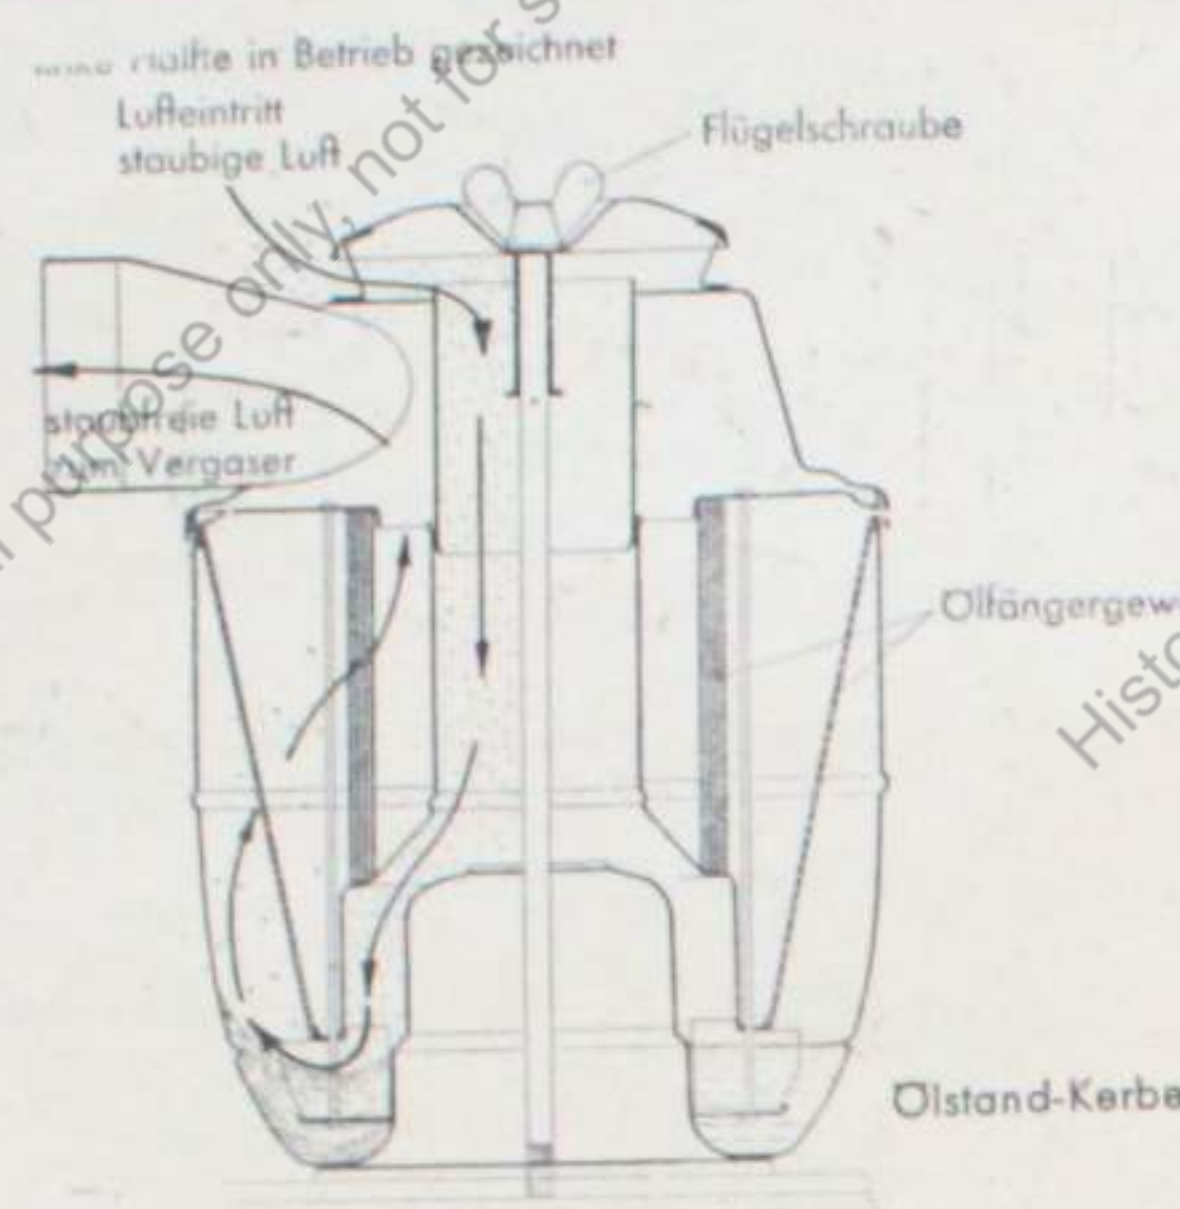

Bild 17
- d) 0,2 l gebrauchtes Motorenöl bis zur Kerbe (Bild 17) einfüllen